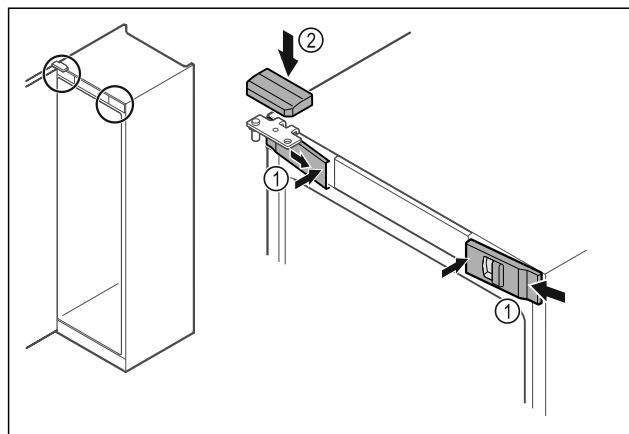

Fig. 45
- Přední kryty Fig. 45 (1) bočně zahákněte a zaklapněte dovnitř.
- Horní kryt Fig. 45 (2) shora zaklapněte.